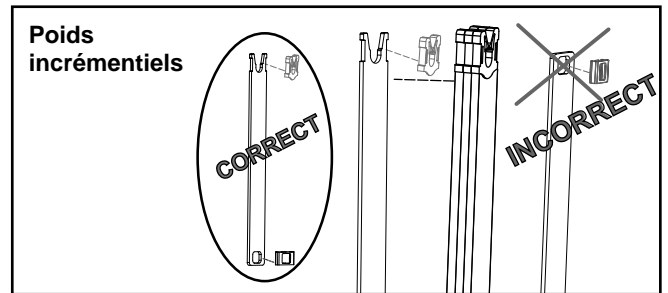

Figure 13
- I. Réinstallez les six poids incrémentiels retirés à l'étape 6B. Reportez-vous à la figure 13.